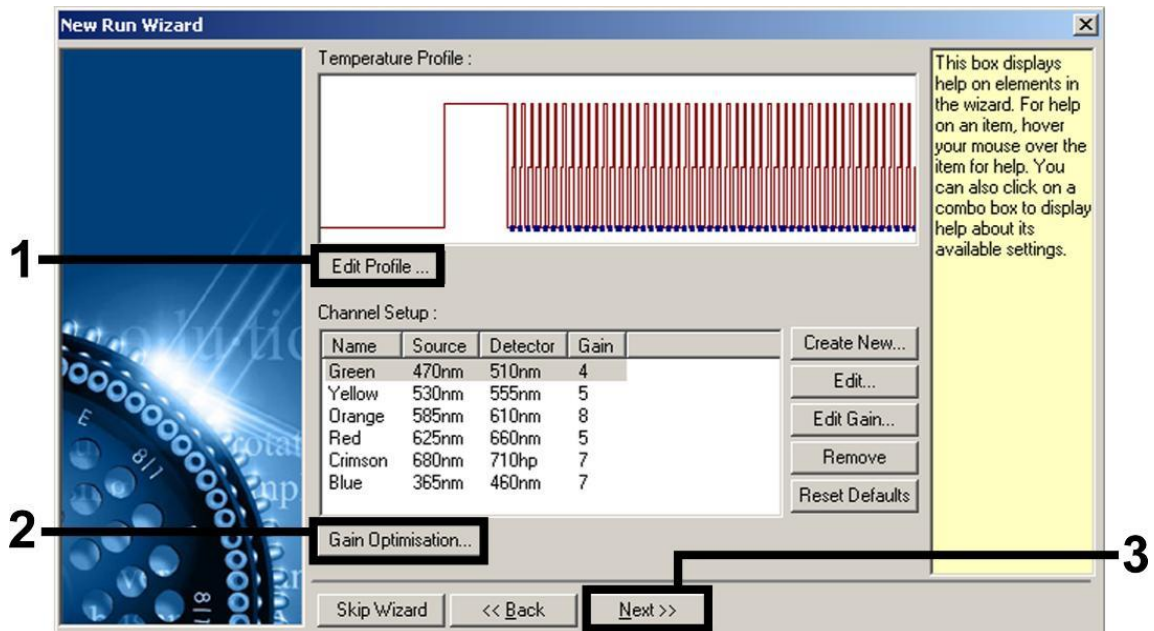

Figure 6. Modification du profil.
8. Dans la boîte de dialogue « New Run Wizard », cliquer sur le bouton « Edit Profile » (Modifier profil) (Figure 6) et programmer le profil de température comme indiqué sur les figures 6-9).
9. La plage de détection des canaux de fluorescence doit être déterminée selon les intensités de fluorescence des tubes de PCR. Dans la boîte de dialogue « New Run Wizard », cliquer sur « Gain Optimisation » (Optimisation du gain) (cf. figure 6) pour ouvrir la boîte de dialogue « Auto-Gain Optimisation Setup » (Configuration de l'optimisation du gain automatique). Régler la température de